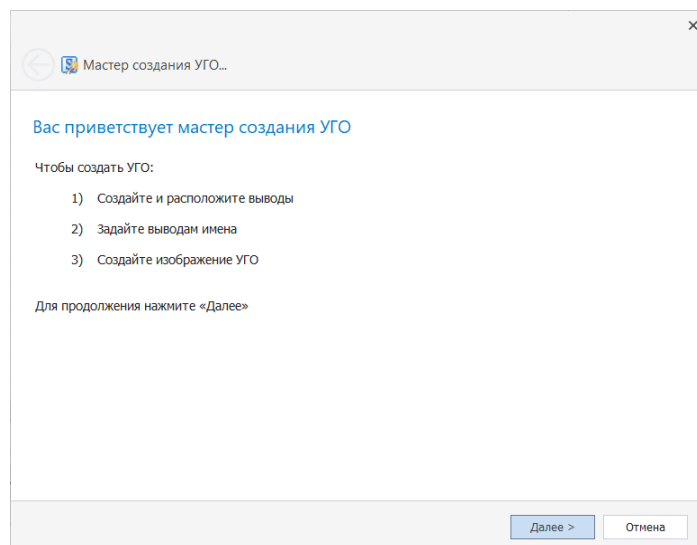

Рис. 219 Стартовое окно мастера создания УГО
2. На экране отобразится стартовое информационное окно мастера, для продолжения работы нажать «Далее», см. Рис. 219.